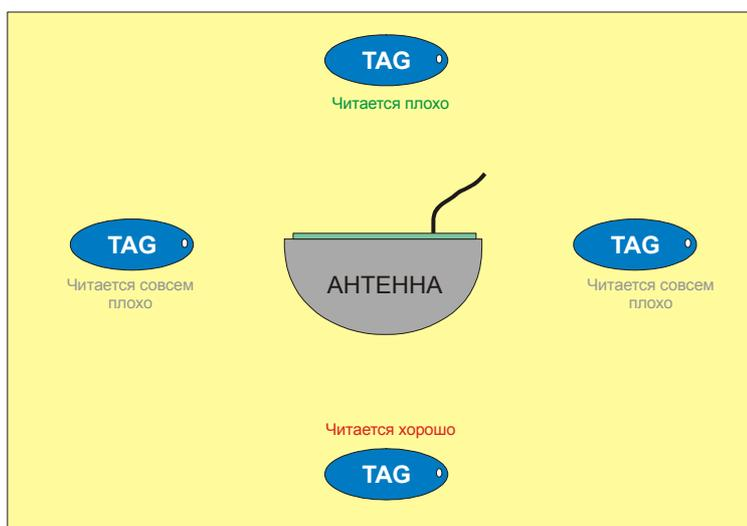

Рисунок 11. Зоны чтения тага.
- Правильно сориентировать антенны каждого из каналов. Антенны имеют достаточно выраженную диаграмму направленности, то есть при различной ориентации тага относительно антенны дальность считывания существенно меняется. Максимальная дальность получается при расположении тага по оси передней плоскости антенны, минимальная – при расположении тага параллельно плоскости антенны или сзади нее (рисунок 11).